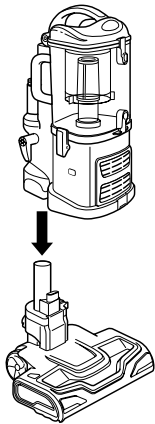

Fig. 8
- 2 Alignez le tube de la buse à plancher avec le tube du corps de l'aspirateur Lift-Away™ en les enfonçant l'un dans l'autre jusqu'à ce que les deux pièces s'enclenchent. **(Fig. 8)**